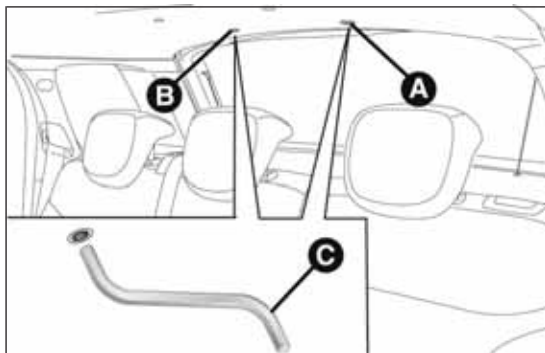

fig. 73
- ☐ **Movimiento de la cortina:** retirar el tapón de protección A fig. 73 situado en el revestimiento interior;